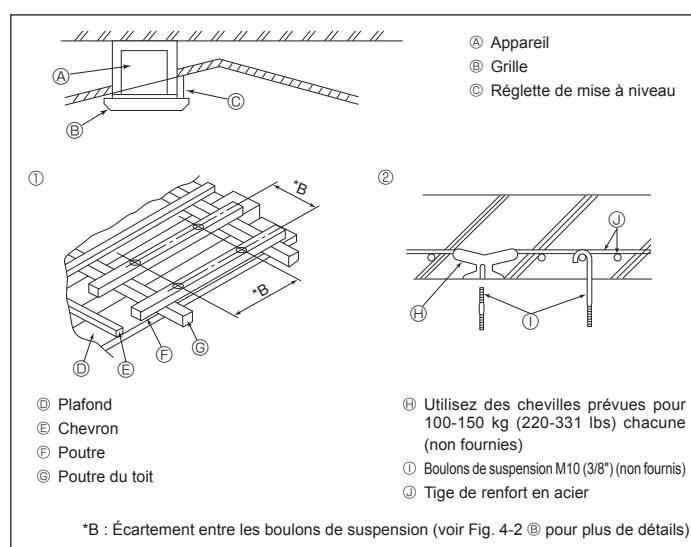

Fig. 4-4
4.4. Structure de suspension (Construisez une structure renforcée à l'endroit de suspension de l'appareil) (Fig. 4-4)
② Structures en béton armé